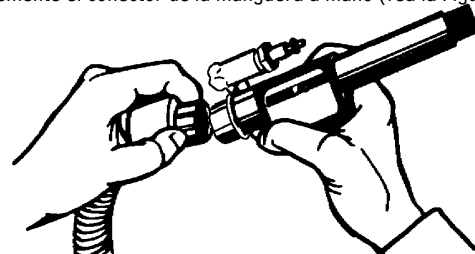

Figura 9
4. Apriete firmemente el conector de la manguera a mano (vea la Figura 9).